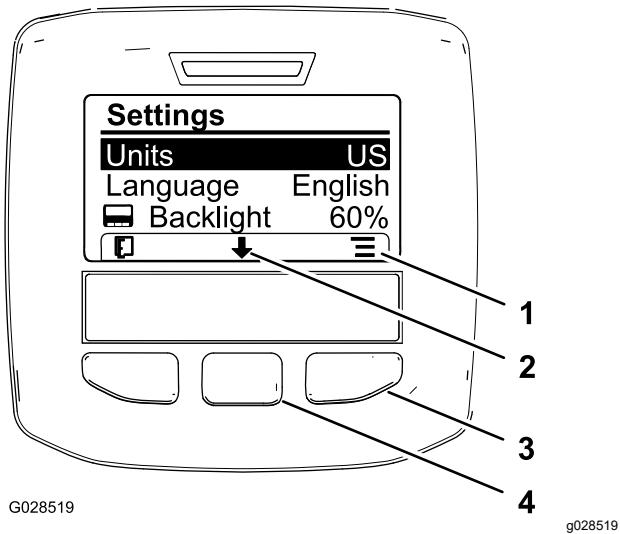

Figure 62
- Pour changer d'unité de mesure, appuyez sur le bouton de sélection droit pour changer la liste des unités affichées (Figure 62).
3. Pour changer la langue de l'affichage, appuyez sur le bouton de sélection central (situé sous la flèche vers le bas dans l'affichage) pour déplacer l'option de langue sélectionnée (Figure 62).
4. Appuyez sur le bouton de sélection droit (situé sous l'icône de liste dans l'affichage) pour mettre en surbrillance la langue qui sera utilisée dans l'affichage (Figure 62).
6. Appuyez sur le bouton de sélection gauche pour retourner à l'écran d'accueil (Figure 62).